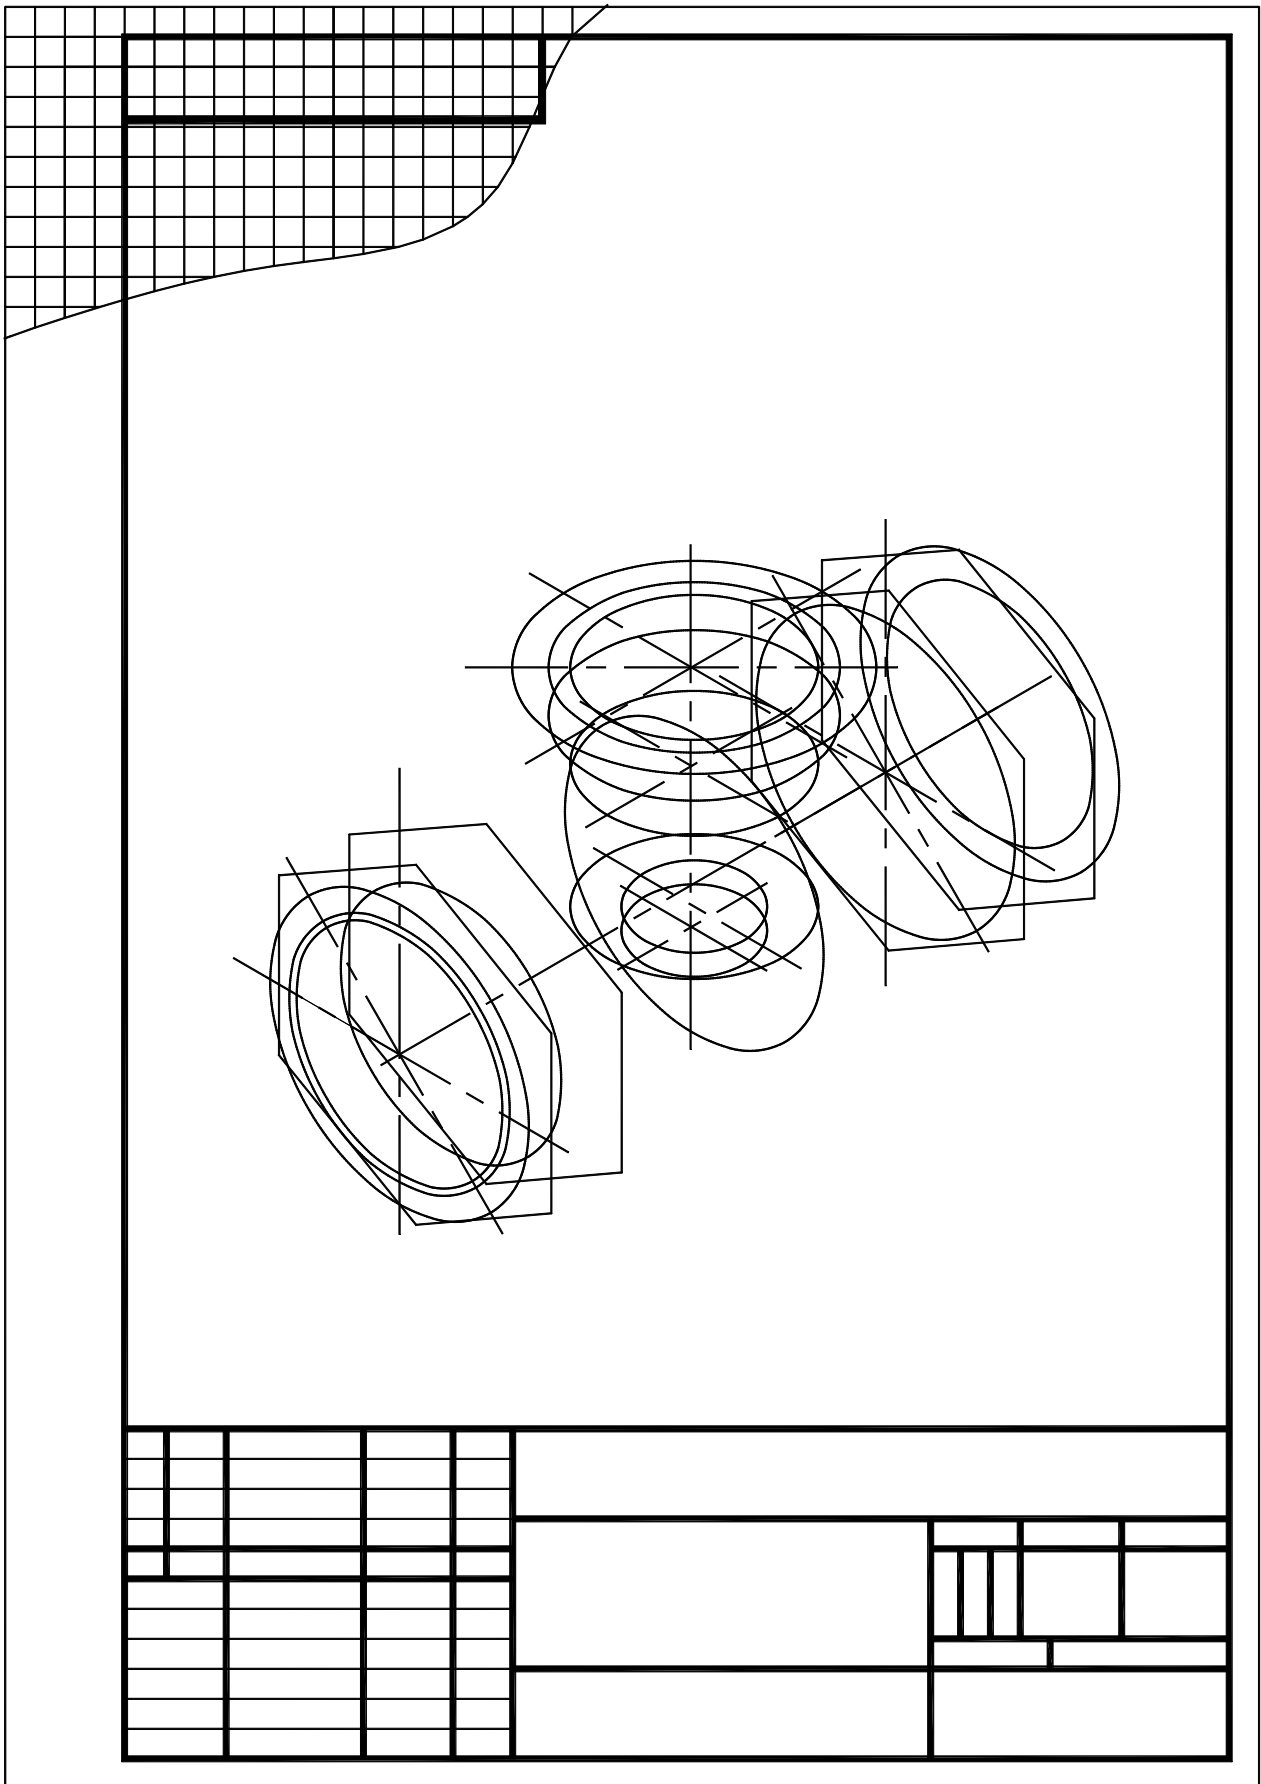

Рисунок 18
- построить в тонких линиях аксонометрические оси и все линии внешнего и внутреннего контуров, лежащих в плоскостях параллельных плоскостях $O'X'Y'$ и $O'Y'Z'$ (рисунок 18);